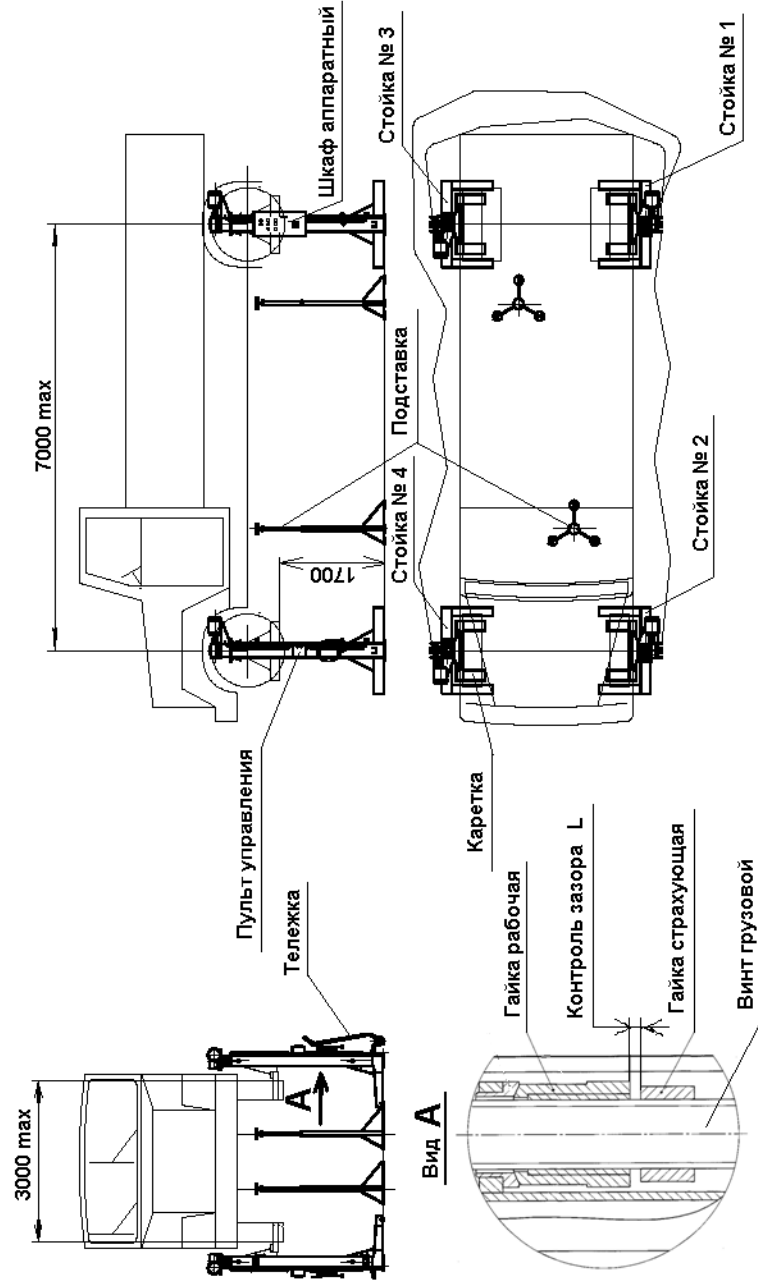
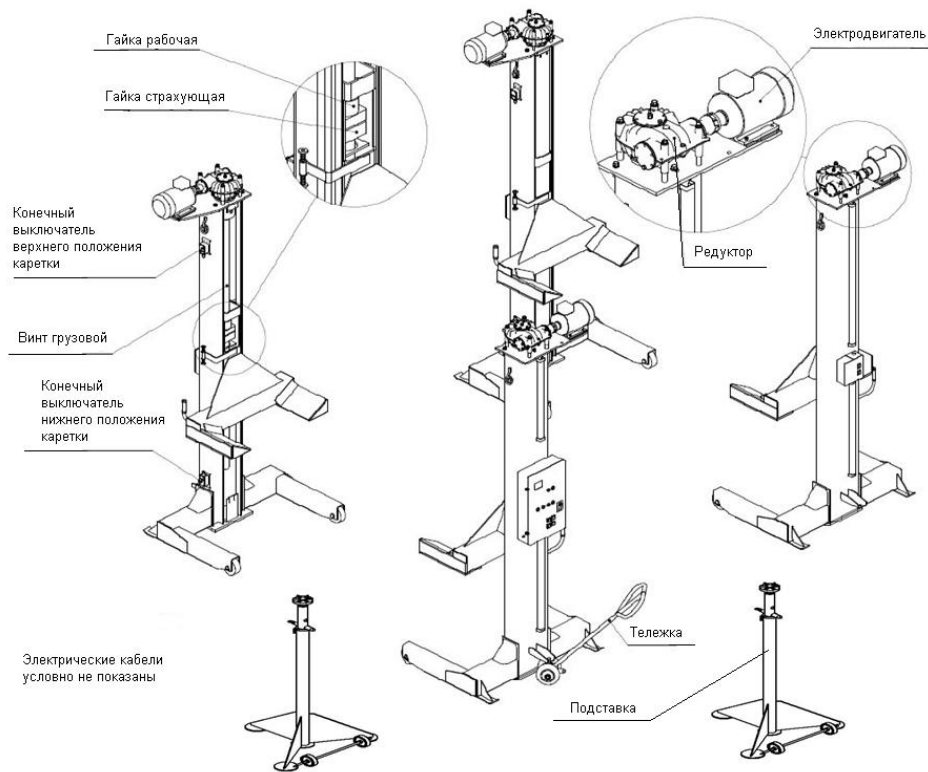

Рис. 1. Подъемник передвижной ПП - 20
Рис. 2. Составные части подъемника передвижного ПП - 20
4.1. Подъемник состоит из четырех стоек (см. Рис.1 и Рис.2), каждая из которых имеет электромеханический привод, каретку, грузовой винт, рабочую и страховую гайки, конечные выключатели верхнего и нижнего положения кареток. На первой стойке установлен шкаф аппаратный, имеющий корпус с панелью электрооборудования, автоматический выключатель, лампочку «Сеть», «Авария», кнопки «Вверх» и «Вниз» для управления первой стойкой и кнопки «Вверх» и «Вниз» для управления всеми стойками одновременно. На остальных стойках установлены посты управления с кнопками «Вверх» и «Вниз» для управления данной стойкой.
5.23. При длительном ремонте и обслуживании на подъемнике под раму автомобиля или спец. места автобуса для страховки устанавливать подставки (см. Рис.1 и Рис. 2).